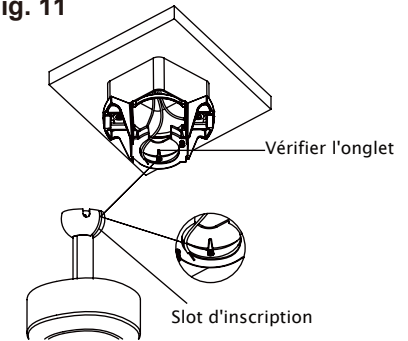

Fig. 12
**Étape 3.** Maintenant, soulevez le corps moteur en position et placez la boule de cintre dans le support de cintre. Tournez jusqu'à ce que le "Check Tab" soit tombé dans la "Slot d'enregistrement" et les sièges fermement. L'ensemble du corps moteur ne doit pas tourner si cela est fait correctement. (Fig. 12)